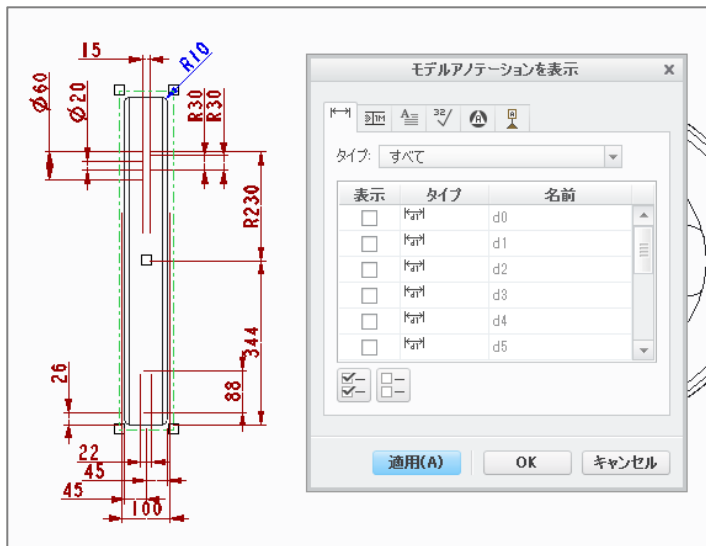

Fig.33 必要な寸法の選択
7. Fig.33のような画面が表示されるので、必要な寸法だけ選択する。Fig.33の例だとR10のみ選択している。